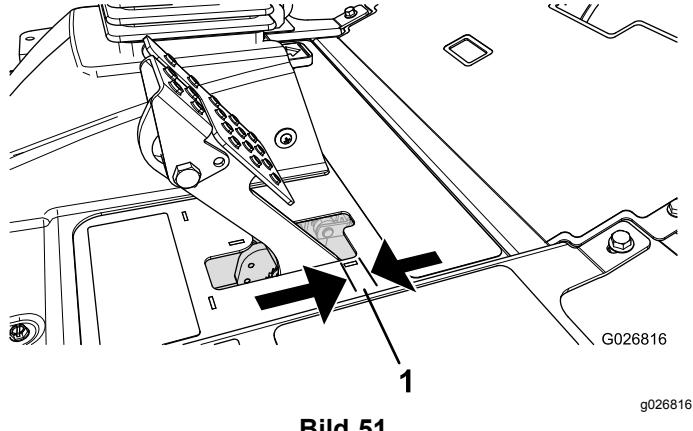

Bild 51
Stellen Sie die Bremsen ein, wenn das Bremspedal mehr als 2,5 cm Spiel hat, oder wenn die Bremsen nicht mehr gut genug greifen (Bild 51). Als Spiel gilt die Entfernung, die das Bremspedal zurücklegt, bevor ein Bremswiderstand spürbar ist.
2. Ziehen Sie die hintere Mutter an, um den Zug nach hinten zu bewegen, bis die Bremspedale ein Spiel zwischen 6,3 mm und 12,7 mm haben, bevor die Radsperrre auftritt (Bild 51).